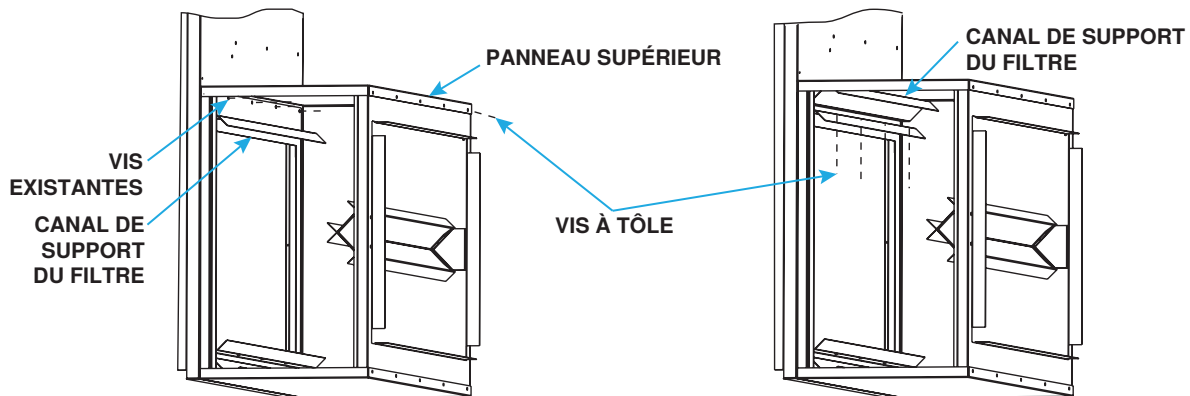

Figure 18. Installez l'armoire de filtre d'entrée arrière sur le radiateur
3. Installez le panneau supérieur, le canal de support de filtre et le support de filtre et fixez l'armoire de filtre à l'armoire de chauffage tel qu'illustré à la **Figure 18** :